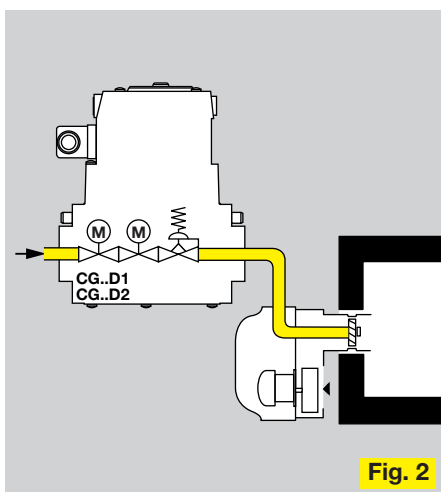

Fig. 2
- Fig. 2 Units, Gebläsebrenner, Brenner mit mechanischer Leistungsverstellung.
- Fig. 2 Units, fan-assisted burners, burners with mechanical capacity adjustment.
- Fig. 2 Установки, напорные горелки, горелки с механическим регулированием мощности.